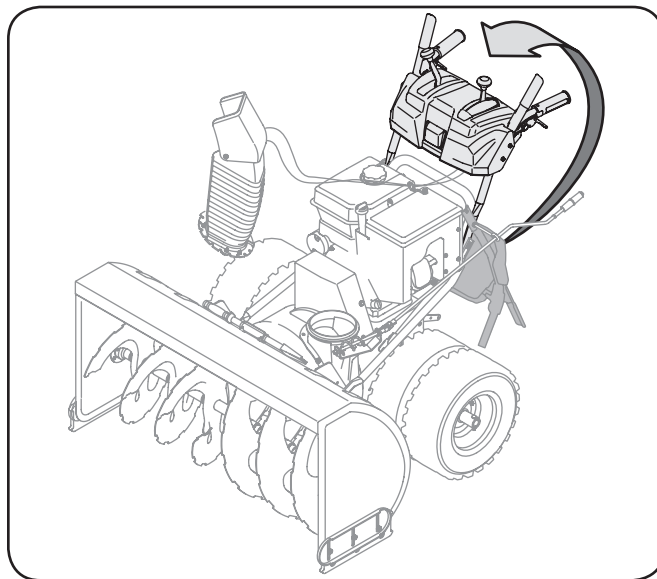

Figura 3-14
3. Eleve el ensamblado de la manija superior hasta que se trabaje a presión con la manija inferior. Vea la Figura 3-14.